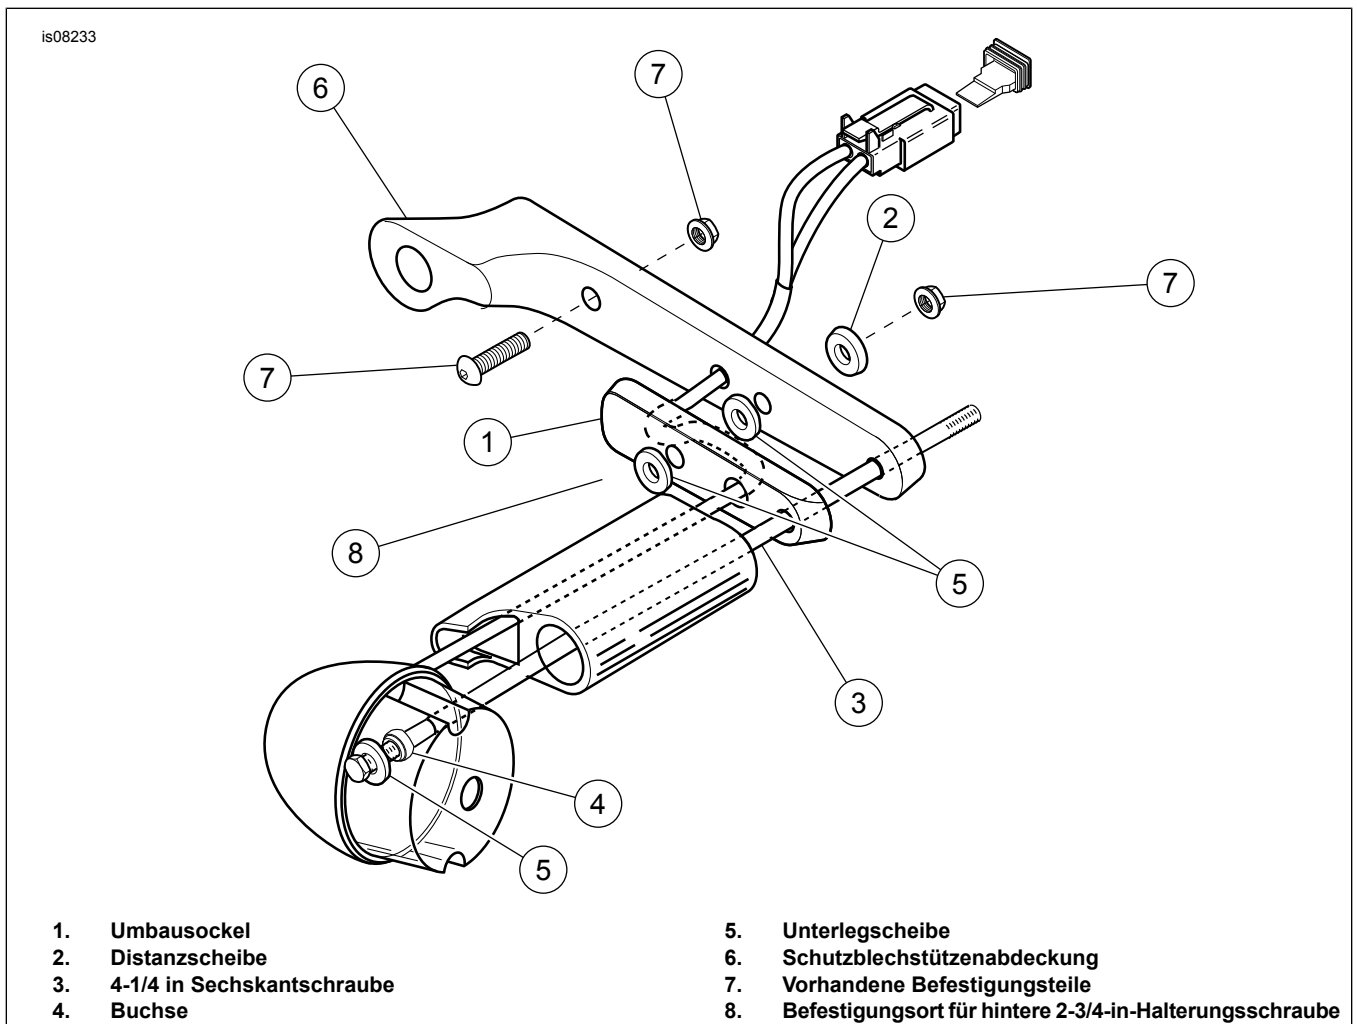
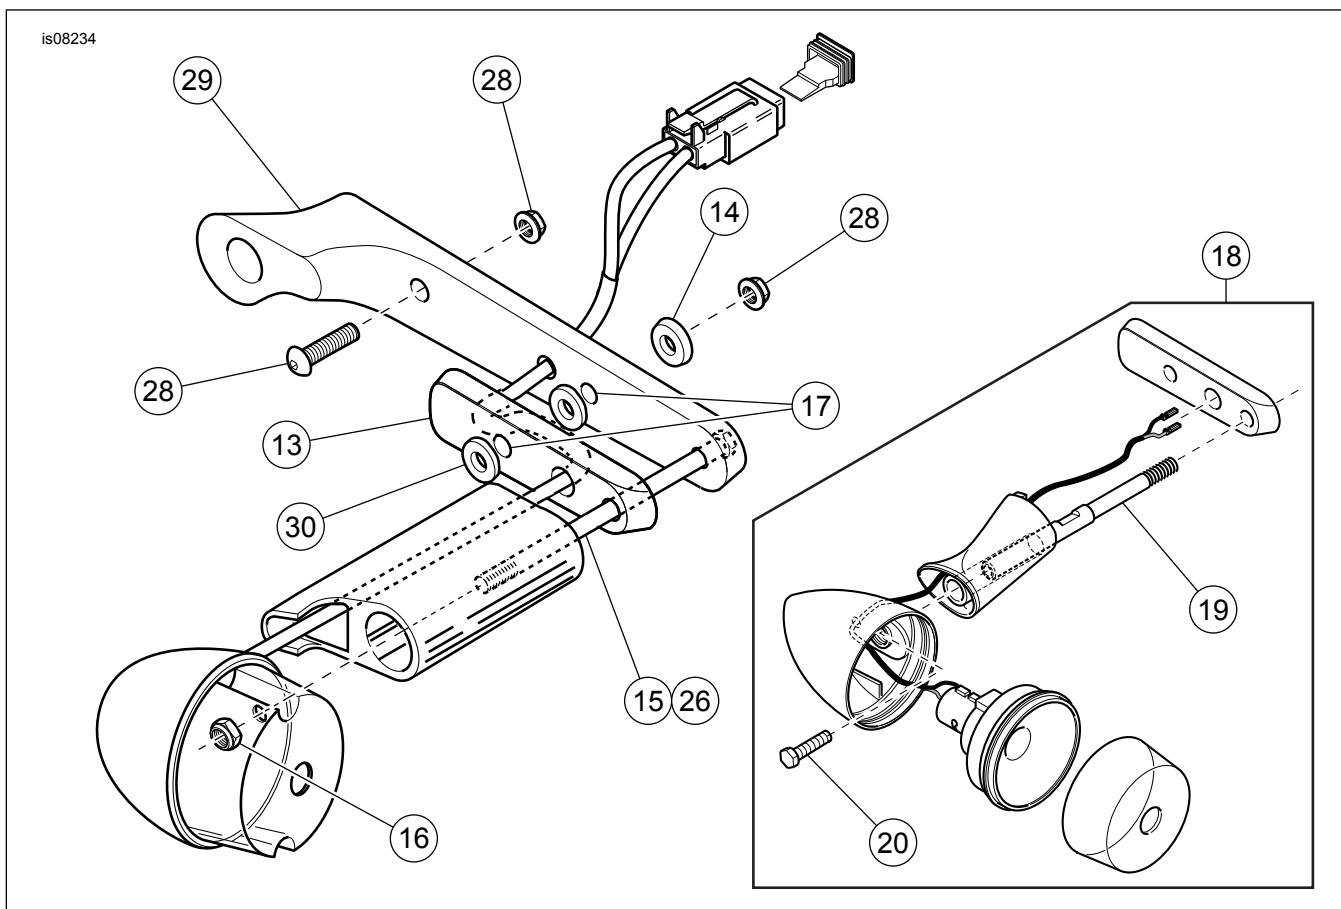

Abbildung 10. Einbau an Modellen von 1998 bis 2001
Abbildung 11. Ersatzteile (Satz 2 von 3).
5. Siehe Abbildung 11. Die 4-1/2 in lange Schraube (15) aus dem Satz von der Innenseite des Schutzbleches durch die hinteren Bohrungen stecken, aus denen in Schritt 3 die Halbrundkopfschraube entfernt wurde.
9. Siehe Abbildung 11. Mit einem kleinen Stück Klebeband das größere Distanzstück (14) aus dem Satz über der Öffnung am Rahmen befestigen, aus der der hintere Blinkerbolzen entfernt wurde.
11. Siehe Abbildung 11. **An Modellen von 1994 bis 1997**, außer Huggers, die 4-1/2 in lange Schraube (15) von der Schutzblech-Innenseite aus durch das hinterste Loch im Schutzblechrahmen nach außen stecken. Lose angebracht lassen. Siehe Abbildung 10. **An Modellen von 1998 bis 2001** die Gewinde im Blinkergehäuse mit einem 13/32-in-Bohrer ausbohren. Vorsichtig vorgehen, um die verchromte Oberfläche des Blinkers nicht zu verkratzen. Unterlegscheibe (5) und Buchse (4) auf 4-1/4 in lange Schraube (3) setzen (nahe am Gewinde). Schraube durch Blinkergehäuse anbringen. Die Buchse sollte auf Höhe des Vorsprungs im Innern des Blinkergehäuses liegen. **Modelle von 2002 bis 2003**, siehe Schritt 13.
12. Siehe Abbildung 11. **An Modellen bis 2001** das Kabel von der hinteren Blinkerhalterung her durch das mittlere Loch im Umbausockel stecken und entlang des Kanals im Innern des Sockels, durch das dritte Loch von hinten in der Schutzblechstützenabdeckung führen. Das Kabel entlang der Innenseite der Schutzblechstützenabdeckung zurückführen und mit Klebeband wieder auf der Rückseite der Schutzblechstützenabdeckung fixieren.
- Siehe Abbildung 11. **An Modellen von 1994 bis 1997** den hinteren Blinker mit Umbausockel und Schutzblechstützenabdeckung mittels der von hinten durch das Schutzblech gesteckten (Schritt 11), 4-1/2 in langen Schraube auf dem Schutzblech anbringen. Schraube mittels der Sicherungsmutter (16), die auf der Innenseite des Blinkergehäuses auf die Schraube gedreht wird, fest anziehen.
- Siehe Abbildung 10. **An Modellen von 1998 bis 2001** auf das Gewinde der 4-1/4 in langen Schraube (3) Loctite Nr. 242 (blau) auftragen. Den Blinker mit Umbausockel (1) und Schutzblechstützenabdeckung mittels der in Schritt 11 in das Blinkergehäuse eingeführten, 4-1/4 in langen Schraube auf dem Schutzblech anbringen.
- Siehe Abbildung 11. **An Modellen von 2002 bis 2003** das Außengewinde des Befestigungsbolzens (19) in das Loch am schmalen Ende des Umbausockels (13) stecken. Das Blinkergehäuse und den Ausleger lose auf den Befestigungsbolzen aufsetzen. Das Blinkerkabel durch die mittlere Öffnung im hinteren Umbausockel, entlang des Kanals an der Innenseite des Sockels und durch die dritte Öffnung von hinten in die Schutzblechstützenabdeckung einziehen.
- Auf das Außengewinde des Befestigungsbolzens Loctite[®] Nr. 242 (blau) auftragen. Den Befestigungsbolzen durch die Schutzblechstützenabdeckung in die Schutzblechstütze stecken. Den Befestigungsbolzen (flacher Abschnitt) in der Schutzblechstütze mit einem 5/16-in-Ringschlüssel auf ein Drehmoment von 16,3 N·m (12 ft-lb) anziehen. Die Sechskantschraube (20) im Blinkergehäuse anbringen und mit einem Drehmoment von 12 N·m (9 ft-lb) in den Befestigungsbolzen (19) drehen. Das Blinkerkabel fest durch die Schutzblechstrebe ziehen. Die Gummiglühlampen-Baugruppen-Isolierung mit einem geeigneten Schmiermittel bestreichen. Dies erleichtert den Einbau der Baugruppe in das Blinkergehäuse. Die Glühlampen-Baugruppe gleichmäßig in das Blinkergehäuse hineindrücken, bis sie unter der Streuscheibendeckelnut zu liegen kommt.
- Siehe Abbildung 11. **An Modellen von 1994 bis 1997** den Blinker mit der in Schritt 11 durch das Schutzblech gesteckten, 4-1/2 in langen Schraube auf dem Umbausockel befestigen. Schraube mittels der Sicherungsmutter (16), die auf der Innenseite des Blinkergehäuses auf die Schraube gedreht wird, fest anziehen.
- Siehe Abbildung 10. **An Modellen von 1998 bis 2001** die Blinkerbaugruppe mit der in Schritt 11 durch das Blinkergehäuse gesteckten, 4-1/4 in langen Schraube (3) auf dem Sockel (1) befestigen. Den Bolzen anziehen bis er sicher anliegt.
- Siehe Abbildung 11. **An Modellen von 2002 bis 2003** das Außengewinde des 4 in langen Befestigungsbolzens (19) in das Loch am schmalen Ende des Umbausockels (13) stecken. Das Blinkergehäuse und den Ausleger lose auf den Befestigungsbolzen aufsetzen. Das Blinkerkabel durch die mittlere Öffnung im hinteren Umbausockel, entlang des Kanals an der Innenseite des Sockels und durch die dritte Öffnung von hinten in die Schutzblechstützenabdeckung einziehen.
- Auf das Außengewinde des Befestigungsbolzens Loctite® Nr. 242 (blau) auftragen. Den Befestigungsbolzen durch die Schutzblechstützenabdeckung in die Schutzblechstütze stecken. Den Befestigungsbolzen in der Schutzblechstütze mit einem 5/16-in-Ringschlüssel auf ein Drehmoment von 16,3 N·m (12 ft-lb) anziehen. Die Sechskantschraube (20) im Blinkergehäuse anbringen und mit einem Drehmoment von 12 N·m (9 ft-lb) in den Befestigungsbolzen (19) drehen. Das Blinkerkabel fest durch die Schutzblechstrebe ziehen. Die Gummiglühlampen-Baugruppen-Isolierung mit einem geeigneten Schmiermittel bestreichen. Dies erleichtert den Einbau der Baugruppe in das Blinkergehäuse. Die Glühlampen-Baugruppe gleichmäßig in das Blinkergehäuse hineindrücken, bis sie unter der Streuscheibendeckelnut zu liegen kommt.
14. Siehe Abbildung 11. **An Modellen von 1994 bis 1997** die 4-1/2 in lange Schraube des hinteren Blinkers von der Innenseite des Schutzbleches aus auf ein Drehmoment von 16,3 N·m (12 ft-lb) anziehen. Siehe Abbildung 10. **An Modellen von 1998 bis 2001** die 4-1/4 in lange Schraube (3) des hinteren Blinkers von der Innenseite des Blinkergehäuses aus auf ein Drehmoment von 16,3 N·m (12 ft-lb) anziehen.